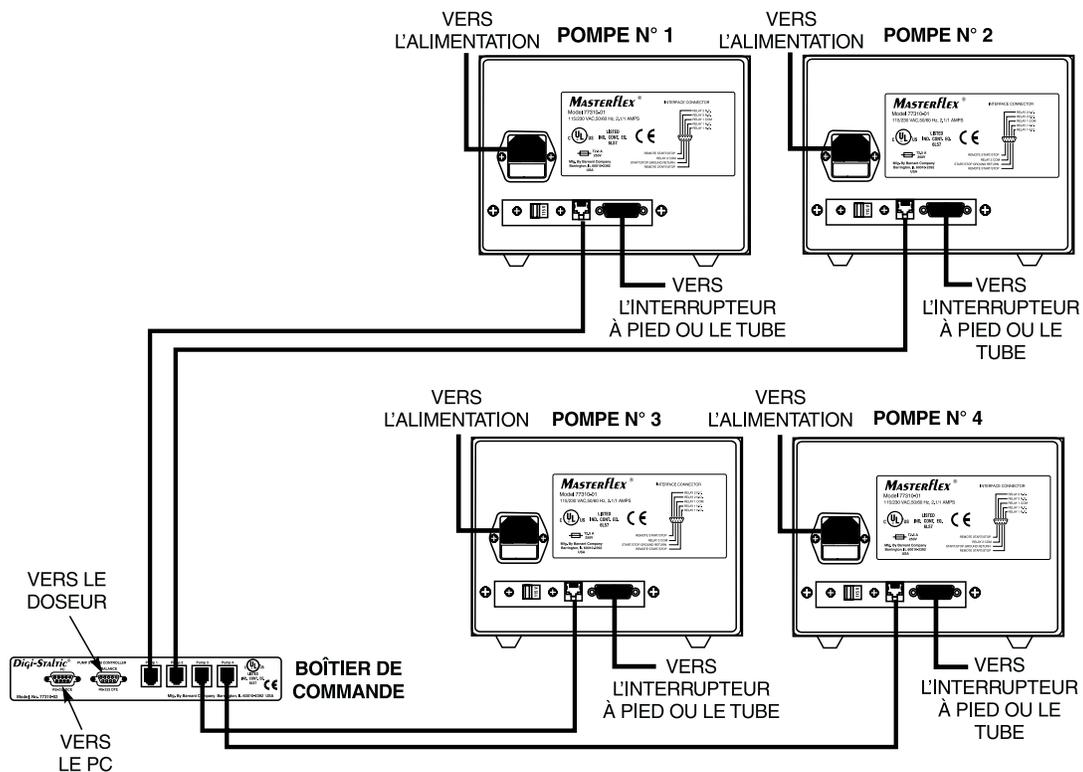

Figure 4. Composants interconnectés
Reportez-vous à la figure 4 pour connecter les composants du système de distribution. Assurez-vous que les prises s'enfichent bien dans les connecteurs à l'arrière du boîtier de commande et à l'arrière de chaque entraînement de pompe.
Assurez-vous que la prise secteur est mise à la terre et conforme à la réglementation locale et nationale. Il est recommandé d'utiliser un secteur protégé par disjoncteur différentiel du fait de l'utilisation de liquides. Utilisez le cordon d'alimentation fourni pour chaque pompe du système. Reportez-vous à la figure 4 et connectez la prise femelle au connecteur situé à l'arrière de l'entraînement de pompe. Branchez le connecteur mâle à la prise secteur équipée d'une terre.
3. Reportez-vous à la figure 4 pour connecter le doseur au connecteur dénommé BALANCE (DOSEUR) à l'arrière du boîtier de commande.
2. Reportez-vous à la figure 4 pour brancher le connecteur DB-9 de l'interrupteur à pied ou du tube de distribution au connecteur 9 broches situé à l'arrière de l'entraînement de pompe.